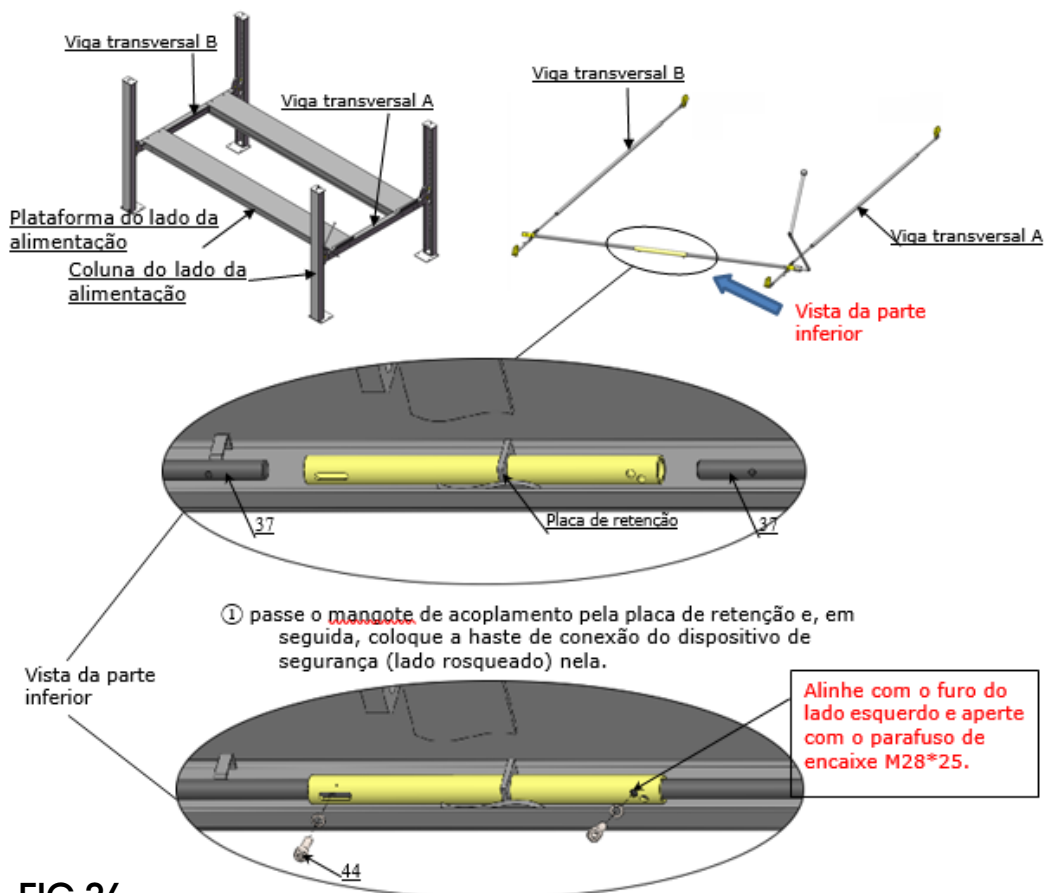

FIG.24
2.1. Ilustração de instalação da manga de acoplamento quando a coluna do lado da energia está na posição como mostrado abaixo. Veja a fig. 24.